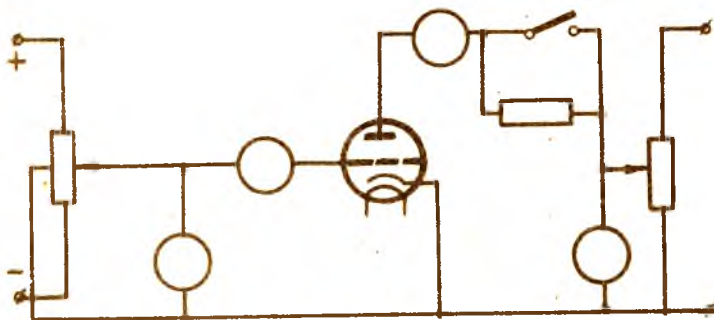
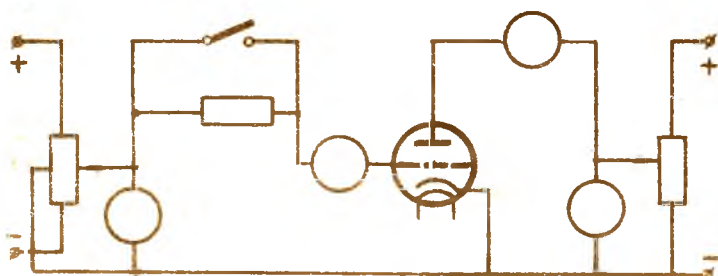

Рис. 1
Рис. 2
Схема на рис.1 дает возможность семейства анодных  $I_a = f(U_a)$ , анодно-сеточных  $I_a = f(U_c)$ , сеточно - анодных  $I_c = f(U_a)$ , и сеточных  $I_c = f(U_c)$  характеристик триода. Регулирование анодного потенциала  $U_a$  производится потенциометром  $D_1$ . Потенциал сетки  $U_c$  регулируется с помощью  $D_2$ . При снятии рабочих характеристик триода в анодную цепь включается сопротивление нагрузки  $R_a$ . При снятии статических характеристик это сопротивление должно быть зашунтировано ключом  $K_1$ . Схема рис.2 позволяет
3. Снять семейство статических анодных характеристик  $I_a = f(U_a)$  (рис.1) триода для нескольких значений потенциалов управляющей сетки  $U_c$ , в том числе для номинального значения  $U_{c\text{ ном}}$ .
8. Снять характеристики  $I_a = f(U_c)$  и  $I_c = f(U_c)$  триода при постоянном анодном потенциале  $U_a = 5$  в (рис.2). Сопротивление  $R_c$  при этом должно быть зашунтировано ключом К2. Обе характеристики снимать одновременно.